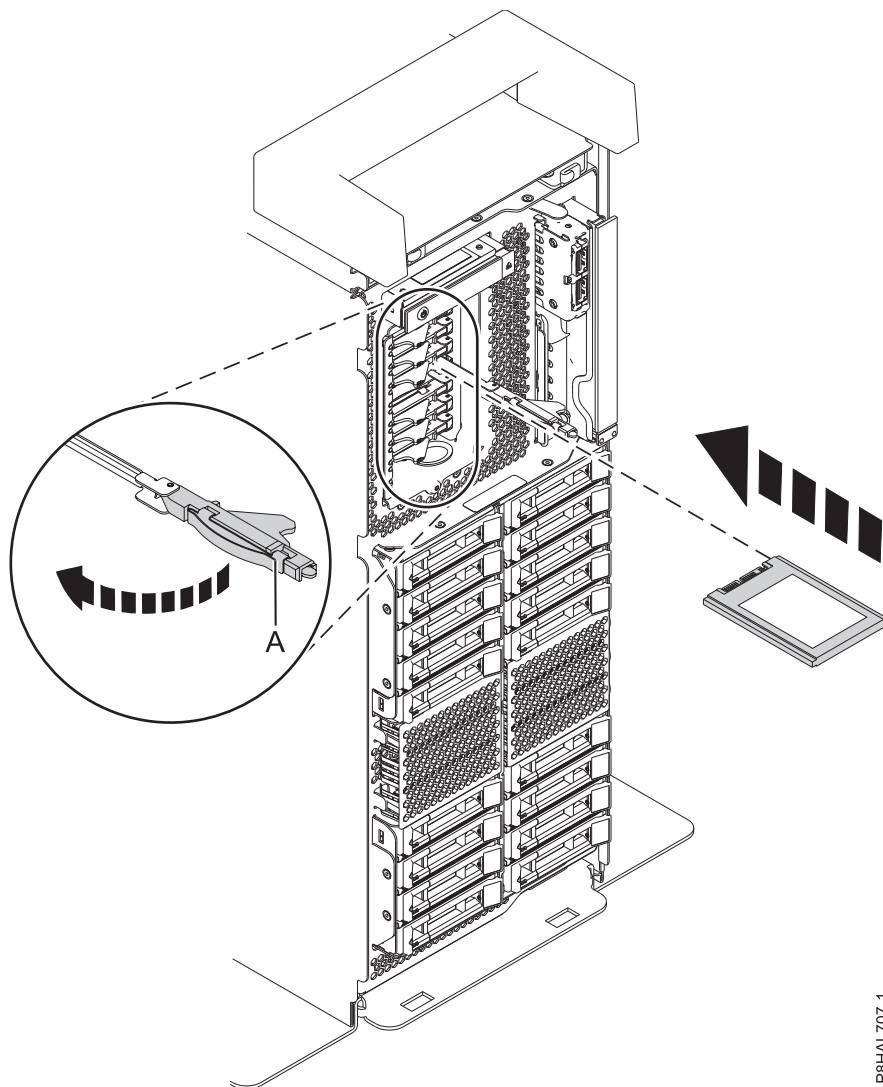

Figure 98. Remise en place d'une unité SSD dans un système à fonction étendue autonome
15. Avec la poignée de la baie d'unité SSD (**A**) en position déverrouillée, tirez le levier vers l'extérieur pour accéder aux rails de guidage de l'emplacement SSD. Maintenez l'unité SSD par le dessous tout en l'alignant avec les rails de guidage de l'emplacement SSD. Voir figure 98, à la page 108 et figure 98, à la page 108.
20. Verrouillez l'unité en faisant tourner la poignée de la baie (**A**) dans la direction indiquée. figure 98, à la page 108 et figure 98, à la page 108.